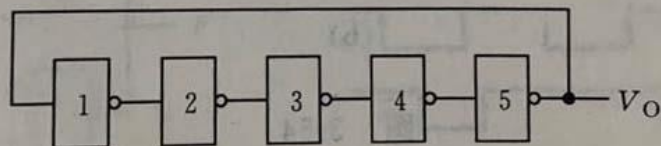

图 3-58
3.16 计算图 3-58 所示由 TTL 门组成的环形振荡器的频率? 门的平均传输时间 $t_{Pd} = 20\text{ns}$ 。